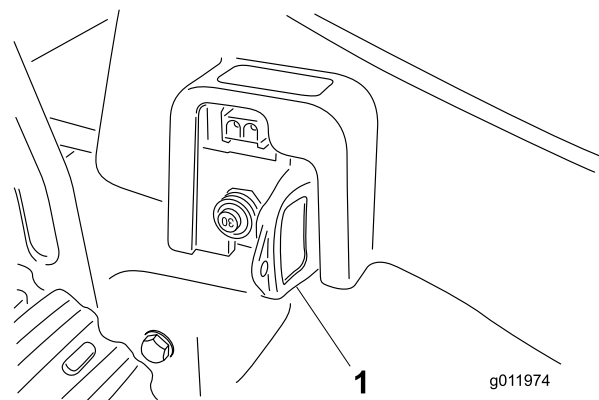

Figure 7
2. Insérez la clé au fond de la prise (Figure 7).